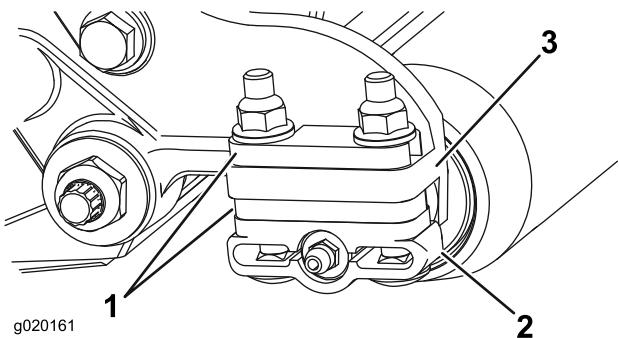

図 11
1. 希望の刈高範囲に必要な数のスペーサを刈高チャートで確認し、スペーサをサイドプレートの取り付けフランジ図11の下に入れて、後ローラのブラケットの位置を正しくセットする図11。